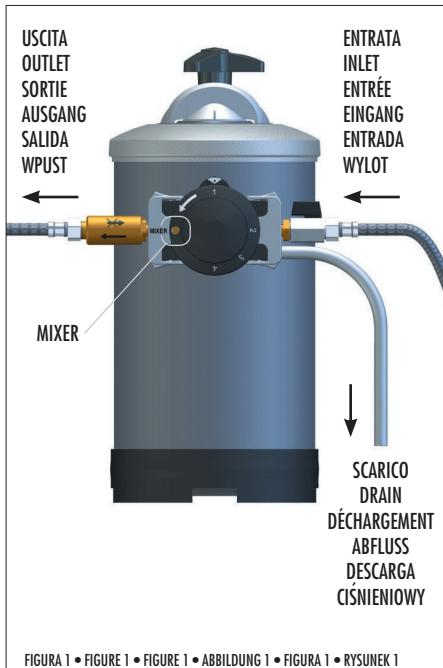

FIGURA 1 • FIGURE 1 • FIGURE 1 • ABBILDUNG 1 • FIGURA 1 • RYSUNEK 1
**CONEXIÓN CON LA RED HÍDRICA (figura 1)**